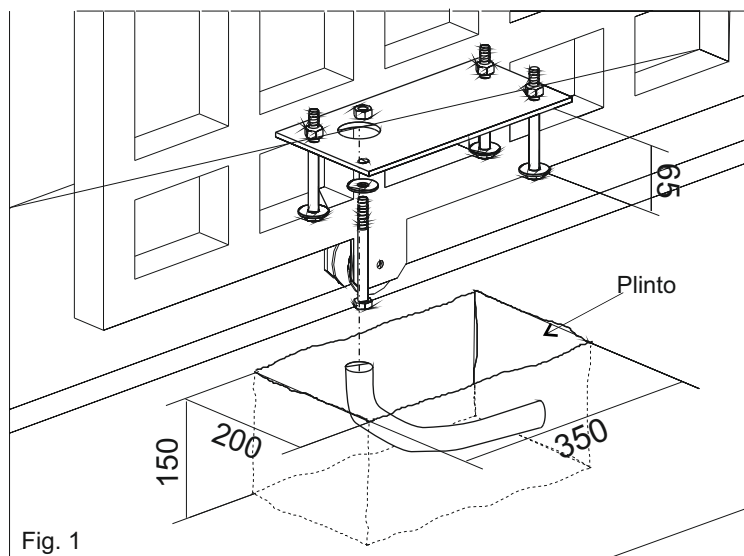

Fig. 1
2.1. Predisponer según la medida indicada en la Fig. 1 una plazoleta de cemento dentro de la cual vendrá murada una placa de fundación y los pernos de anclaje